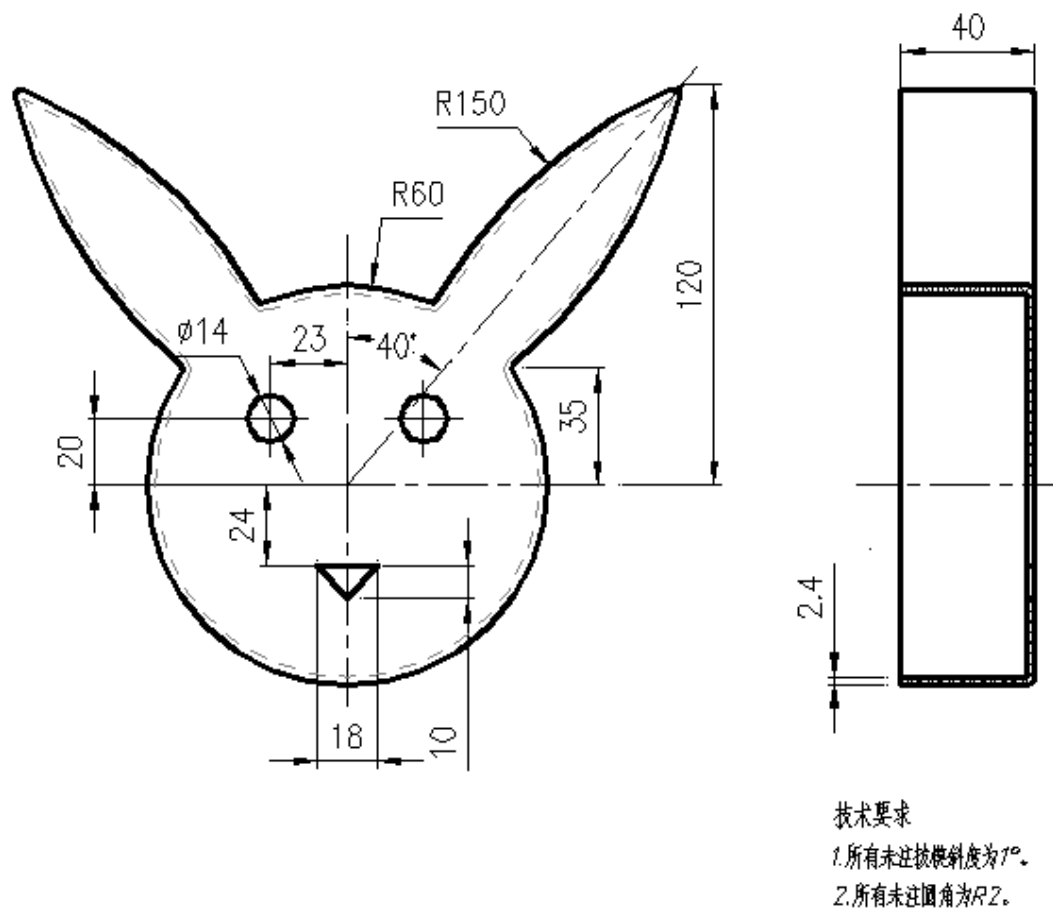

图3-7兔脸玩具
按照图3-7的要求，对兔脸玩具零件进行产品造型、结构设计与3D打印。塑件材料：**ABS**。技术要求：
(1) 在F盘下建立考生文件夹，文件夹名称为考生准考证号。产品零件设计的结果文件保存于此文件夹中。
(2) 根据图3-7对产品进行造型，并对内部结构进行设计，文件名称为CPSJ3DDY
(3) 对产品设计的结果文件进行3D打印
(4) 对打印的零件进行后处理（含去支撑、粘接等）